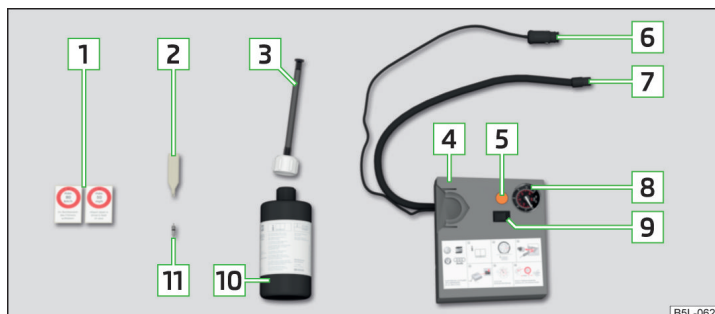

Fig. 186 Raffigurazione di principio: componenti del kit per riparazioni
Componenti del kit » fig. 186
- Incollare l'etichetta corrispondente **1** » fig. 186 a pag. 178 sulla plancia, nel campo visivo del conducente.
- Agitare vigorosamente per qualche volta la bombola di riempimento del pneumatico **10** » fig. 186 a pag. 178.
- Avvitare saldamente sulla valvola il tubo flessibile di gonfiaggio del pneumatico **7** » fig. 186 a pag. 178 del compressore.